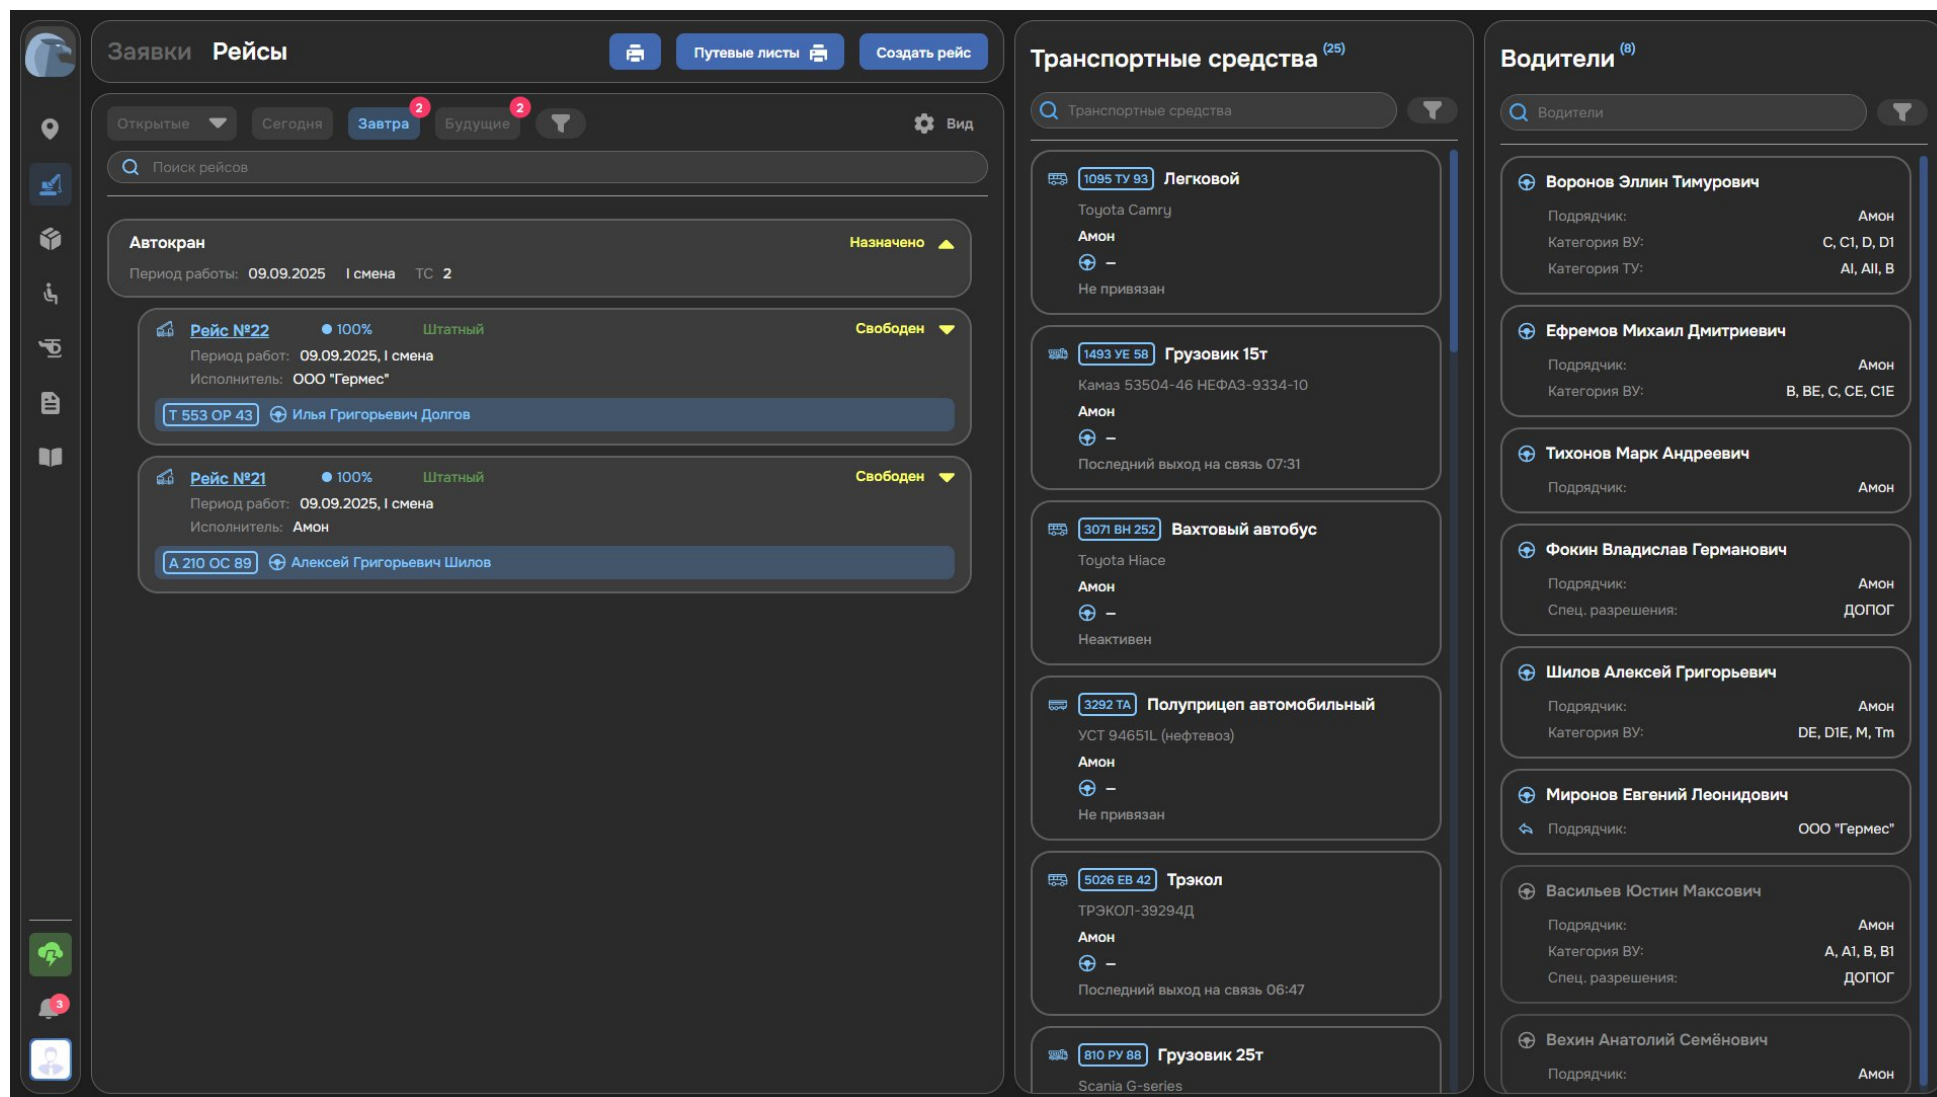

Рисунок 64. Вкладка «Рейсы» раздела «Спецтехника»
2. Перейдите во вкладку «Рейсы» (см. Рисунок 64).